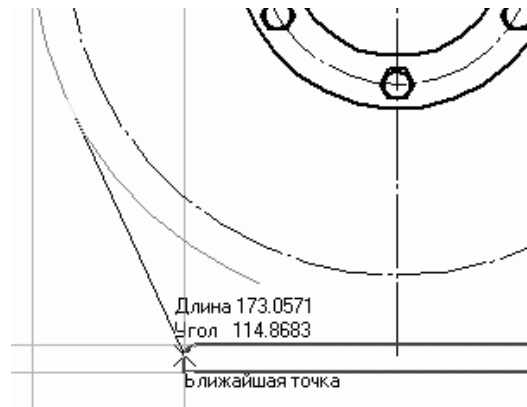

Рис. 2.114. Построение касательного отрезка
4. Выполните контур корпуса редуктора, отталкиваясь от точек пересечения вспомогательной геометрии. При построении контура стенки редуктора рекомендую воспользоваться инструментом Касательный отрезок через внешнюю точку панели Геометрия (рис. 2.114). В качестве кривой для касания укажите вспомогательную дугу, а начало этого отрезка должно совпадать с начальной (нижней) точкой дуги скругления изображения опорного фланца. Остальное изображение контура корпуса можно дорисовать, поочередно применяя инструменты Дуга и Отрезок или одной командой Непрерывный ввод объектов.